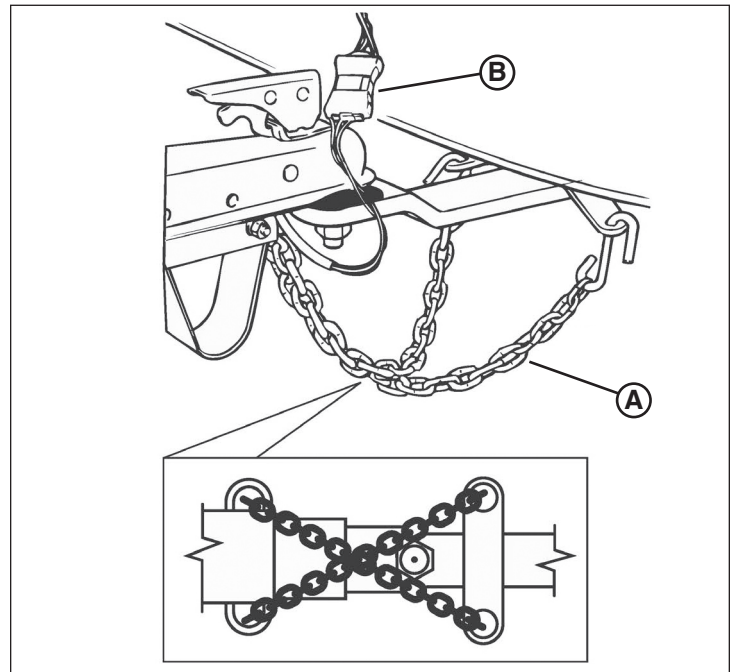

Figure 5
7. Fixer les chaînes de sécurité (A, Figure 5) au cadre de l'attelage du véhicule de remorquage. Croiser les chaînes sous la flèche comme illustré. Laisser assez de mou dans les chaînes pour permettre les virages, mais pas trop pour éviter que les chaînes entrent en contact avec la surface de la route.
8. Connecter le connecteur d'éclairage de la remorque (B, Figure 5) à celui du véhicule de remorquage. S'assurer que le faisceau d'éclairage de la remorque a suffisamment de longueur pour empêcher la déconnexion dans un virage, mais pas trop afin que le faisceau ne touche pas la route. Une fois connecté, vérifier le bon fonctionnement des feux de freinage, feux de direction, feux latéraux et éclairage de la plaque d'immatriculation.